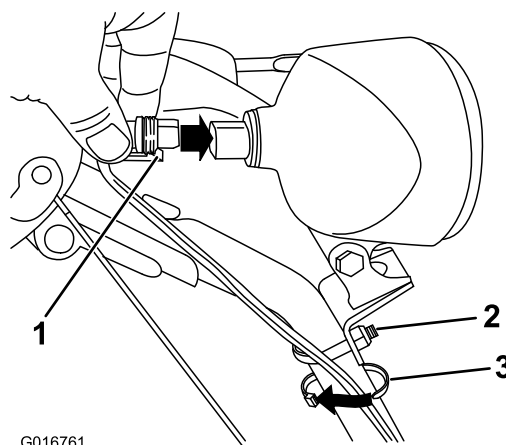

Рисунок 18
1. Вставьте штекер, находящийся на свободном конце провода, в гнездо на задней стенке фары и надежно зафиксируйте его (Рисунок 18).
Примечание: Убедитесь в том, что пластиковый зажим на штекере находится в нижнем положении (Рисунок 18).
2. Установите хомут кабеля (из комплекта деталей) на провод и рукоятку примерно на 2,5 см ниже U-образного болта (Рисунок 18).